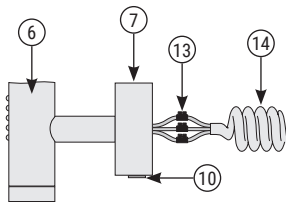

Рис.2
- 4.10. Для подключения через скрытую проводку необходимо отсоединить витой кабель от клеммной колодки (рис. 2).
- 4.11. Установить круглую заглушку на нижней стороне соединительной коробки вместо заглушки с отверстием (рис. 2 «10»).